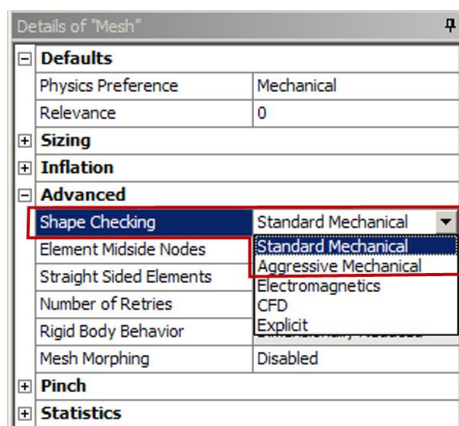

Рис. 5.17
2.3. Проверка формы (*Shape Checking*) задает проверку формы элементов (рис. 5.17). Для линейного анализа используется стандартный способ (*Standard Mechanical*), для нелинейного и гидродинамического анализа задаются более жесткие требования к форме элементов (*Aggressive Mechanical*).